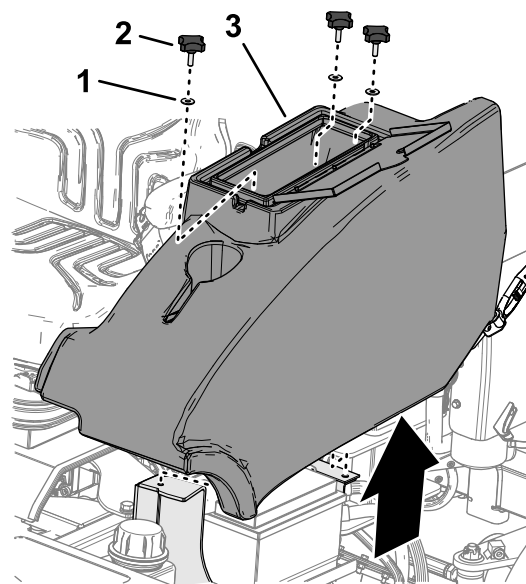

Bild 3
1. Öffnen Sie auf der linken Seite der Bedienerplattform die Klappe zum Ablagefach (Bild 3).
2. Entfernen Sie die drei Handräder und die drei Unterlegscheiben, mit denen das Ablagefach an der Maschine befestigt ist, und nehmen Sie das Ablagefach heraus (Bild 3).